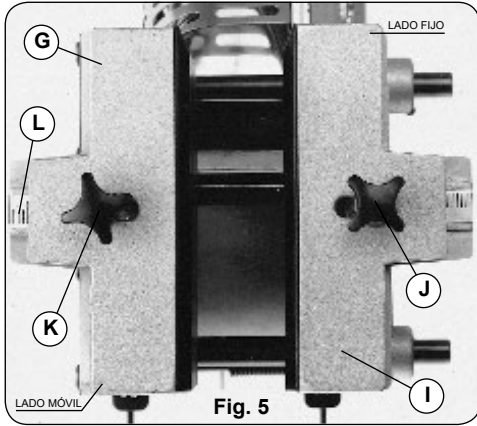

Fig. 5
A) Con sobrante: Si desea disponer de un sobrante de 1,5 mm por este lado, para su posterior perfilado, sitúe el prensor I, (Fig. 5), a tope del coliso (posición más alejada del lado fijo), y bloquéelo en esta posición con el pomo J.
Sitúe el tablero entre los dos prensores. Afloje el pomo K, (Fig. 5), y retire el prensor móvil G. Sitúe el tablero entre los dos prensores, aproxime el prensor móvil G hasta aprisionar el tablero entre los prensores y fijelo en esta posición con el pomo K. A continuación, saque el tablero; cierre el prensor móvil G, 2 mm más, tomando como referencia la placa milimetrada L, y bloquee el prensor en esta posición con el pomo K. De este modo queda ajustada la presión de las ballestas, y la máquina lista para empezar a encolar.
El sobrante en este lado será de 1,5 mm o no habrá sobrante, según hayamos regulado el prensor del lado fijo. (ver apdo. prensores.) (Fig. 5).
A) Todo el sobrante quedará en este lado del tablero, si el prensor del lado fijo se ha regulado "AL RAS". (Fig. 5).
B) Quedará todo el sobrante menos 1,5 mm si el prensor del lado fijo se ha regulado "CON SOBRENTE". (Fig. 5).